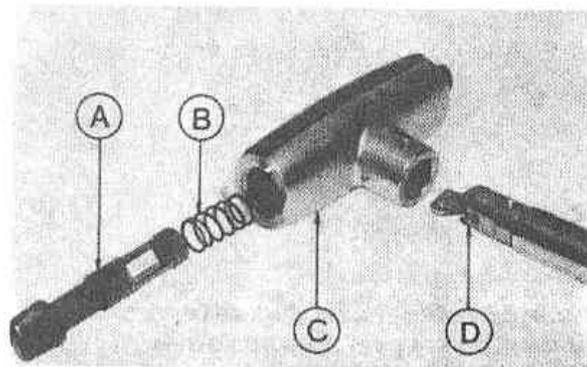

Рис.6.40. Кнопка фиксатора (А), пружина (В), рукоятка селектора (С) и рычаг (D) (Разд.11)
7. Выверните винт с внутренним шестигранником из Т-образной рукоятки и снимите рукоятку. Снимите кнопку и пружину (Рис.6.40).